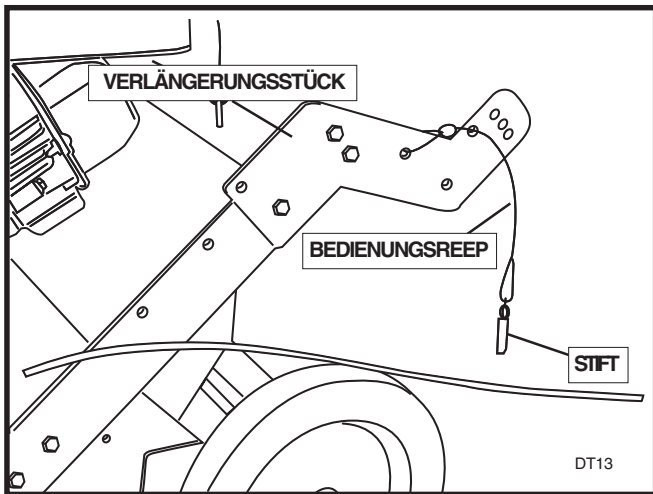

ABBILDUNG 6
17. Montieren Sie zwei Verlängerungsstücke an die Außenseite der unteren Griffbaugruppe. Befestigen Sie die Bedienungsreepe mit den Stiften wie in Abbildung 6 gezeigt an die Verlängerungsstücke.